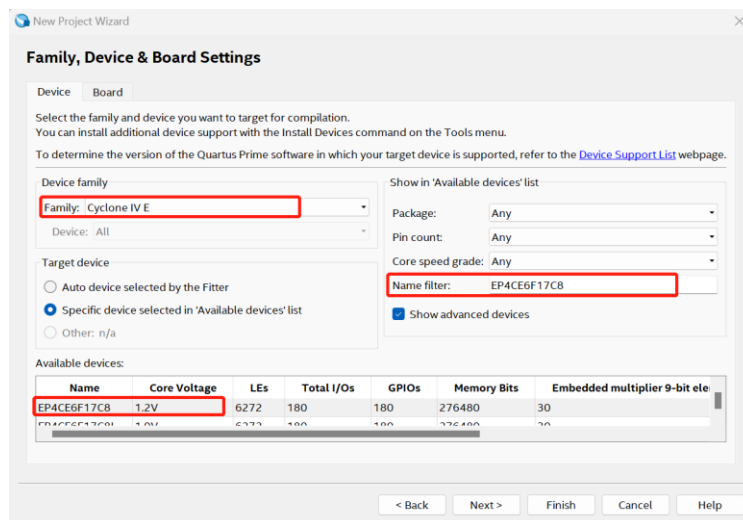

图 1-6 硬件实验板卡型号选择
5) 选择硬件实验板卡类型、型号。板卡型号为：EP4CE6F17C8。如图 1-6 所示。